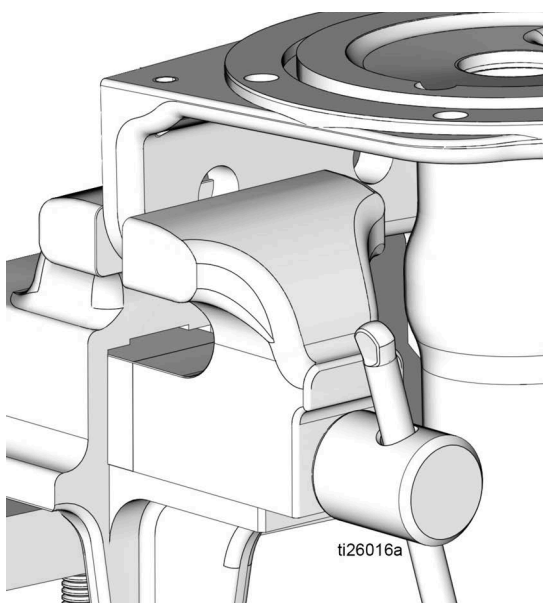

FIG. 29
1. Utiliser un chiffon propre pour essuyer la base de la pompe (1) et supprimer toute saleté ou tout contaminant. Examiner la surface et rechercher d'éventuels rayures ou dégâts. Si la base de la pompe est endommagée, remplacer la pompe.
2. Si nécessaire, remettre la base de la pompe (1) en place dans l'étau comme montré sur la FIG. 29.